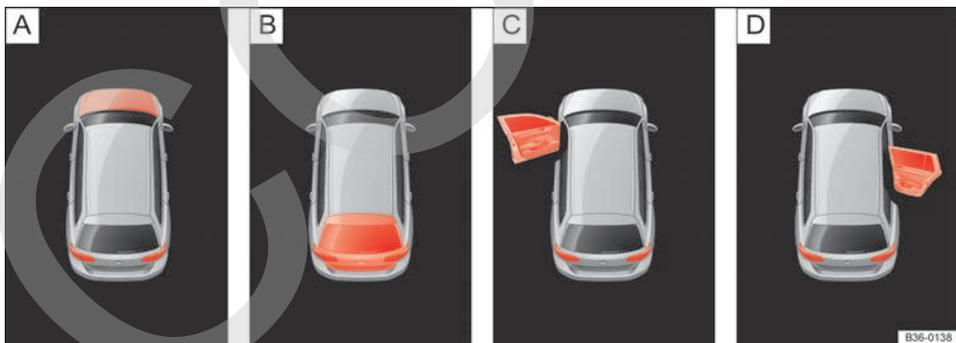

Fig. 18 En la pantalla del cuadro de instrumentos: indicaciones sobre el estado del capó del motor, del portón del maletero y de las puertas.
Indicación del estado → fig. 18:
- Puertas, capó del motor y portón del maletero abiertos → fig. 18